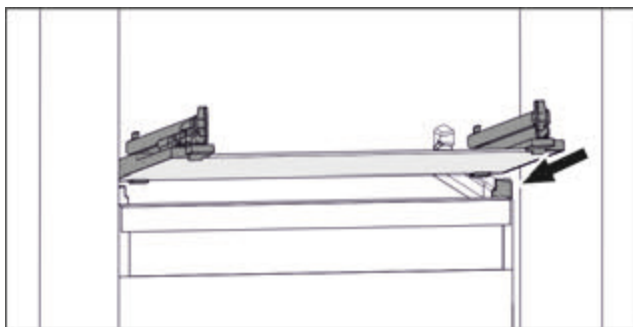

Fig. 72 Приблизне відображення скляної пластини
- ▶ Встановити скляну пластину за стопорами навскоси. (див. Fig. 72)